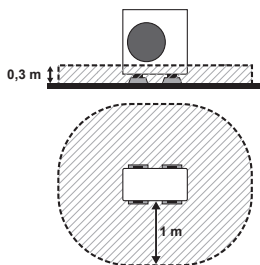

Fig. 3-2
(1) La instalarea într-un loc înconjurat de o zonă deschisă (Fig. 3-2)